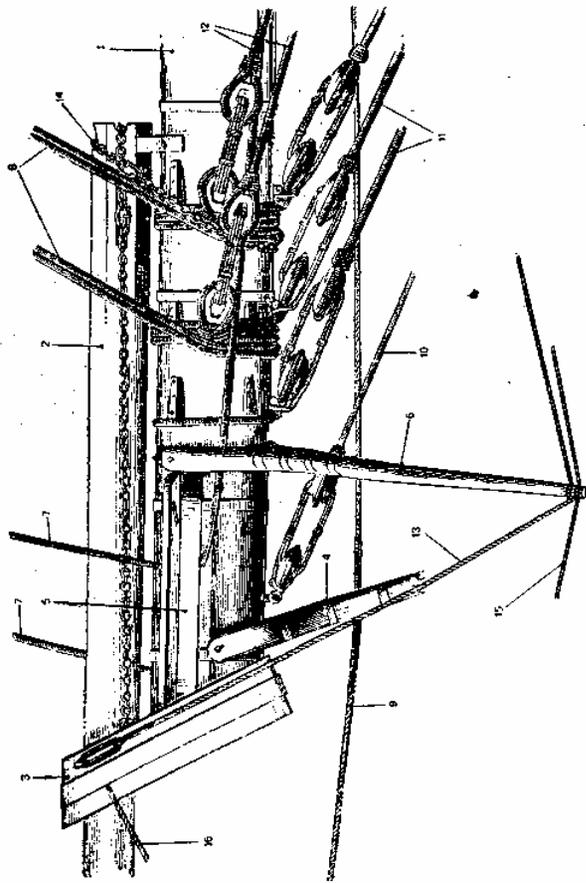
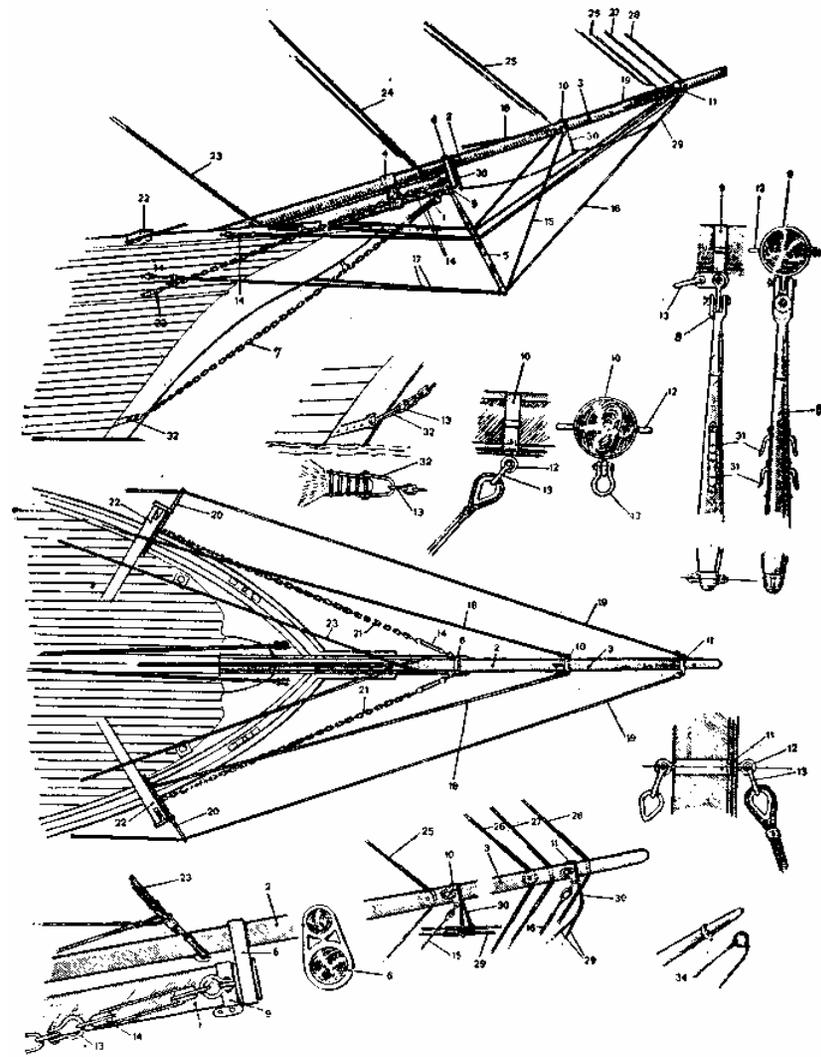

Рис. 397. Детали крепления вооружения бушприта парусного судна, середина XIX в.
Рис. 398. Бушприт, утлегарь и бом-утлегарь современного парусного судна.
**Фор-стень-штаги** бывают простые или двойные. Их крепят на топе фор-стеньги. Затем оба штага проходят через шкивы, укрепленные в обоймах позади эзельгофта бушприта или через два блока, поставленных на том же эзельгофте. Далее штаги ведут вдоль бушприта и набивают талями из штаг-блоков, установленных на недгедсах. Иногда фор-стень-штаги проходили через отверстия—гаты — двух уток на ноке бушприта и обтягивались талями из штаг-блоков, установленных на недгедсах. Последний способ проводки применяли до первой половины XIX в. Двойной фор-стень-штаг мог огибать бушприт и утлегарь (или только утлегарь) и поддерживаться уткой (см. рис. 398).
**Ватер-бакштаги** появились примерно в середине XIX в. На скулах судна их крепили к обухам на железных накладках, а набивали на бугеле бушприта у мартин-гика или на эзельгофте с помощью талей из штаговых блоков или винтовых талрепов (рис. 398).
С середины XIX в. «выстрел» бушприта стали называть мартин-гиком. Его крепили на бушприте сразу же за эзельгофтом с помощью развилки — усов — и простого растительного ракс-бугеля (см. рис. 397). Позднее на мартин-гике появился вилкообразный шарнир, который применяют и в настоящее время (см. рис. 398).
и бакштаги утлегаря. Стальные бакштаги утлегаря и бом-утлегаря крепят на бугелях коушами и скобами и набивают недалеко от крамбол таями из штаг-блоков или винтовыми талрепами (см. рис. 398).